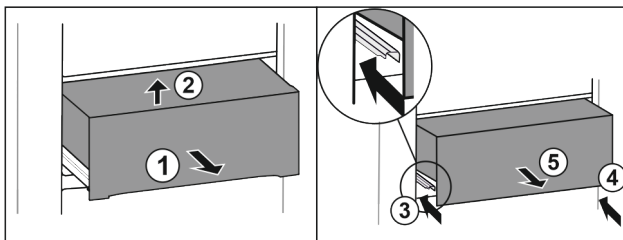

Fig. 38\*
- ▶ Schuiflade er half uitschuiven Fig. 38 (1).\*
- ▶ Aan voorzijde optillen Fig. 38 (2).\*
- ▶ Linker rail erin schuiven Fig. 38 (3).\*
- ▶ Rechter rail erin schuiven Fig. 38 (4).\*
- ▶ Lade er naar voren uitnemen Fig. 38 (5).\*